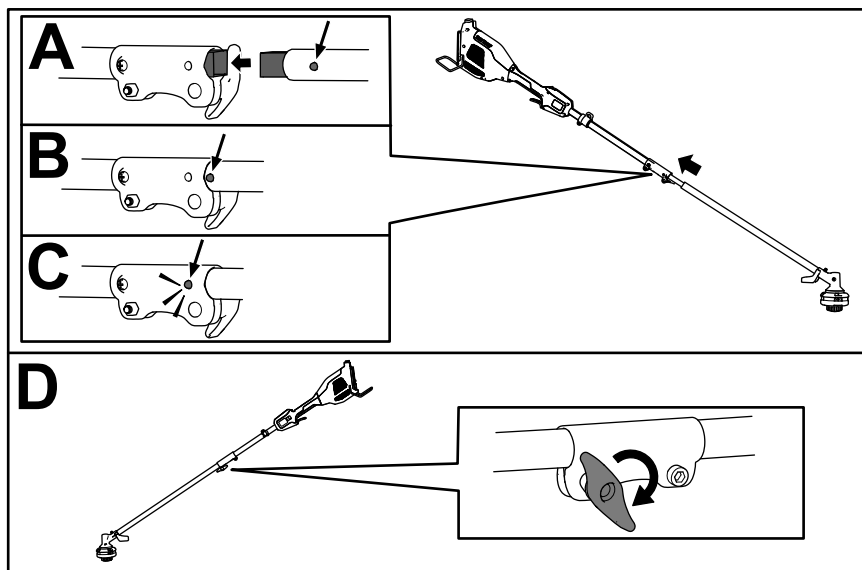

Figure 4
1. Insérez l'arbre carré de la débroussailleuse dans l'arbre carré de la tête électrique (A de Figure 4).
2. Placez le bouton de verrouillage situé sur la moitié inférieure du manche en face du trou situé sur la moitié supérieure, et emboîtez les 2 moitiés ensemble (B et C de la Figure 4).
Remarque: Le bouton de verrouillage s'enclenche dans le trou quand les deux moitiés du manche sont correctement emboîtées (C de la Figure 4).
3. À l'aide de la poignée, serrez la vis sur le connecteur du manche jusqu'à ce qu'il soit bien fixé (D de la Figure 4).